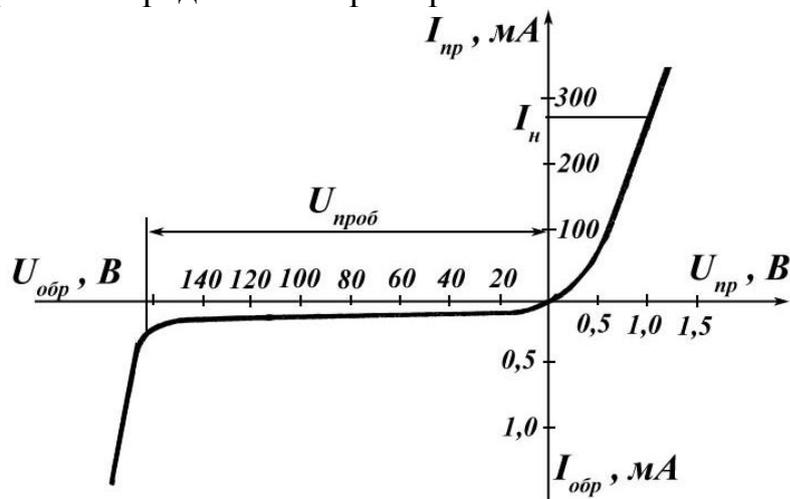

Рис. 3.2 Вольт-амперная характеристика диода
Изменяя значение напряжения строим вольтамперную характеристику исследуемого диода и определяем величину прямого напряжения, максимального обратного напряжения, обратного тока. **Вольт-амперная характеристика (ВАХ)** – зависимость силы электрического тока  $I$  от приложенного к данному элементу напряжения  $U$ . На рис. 3.2 представлен пример ВАХ.
2.3 Собрать схему трехфазного выпрямителя (рис. 3.2). Произвести те же исследования. (Обратите внимание на фазы источников!)